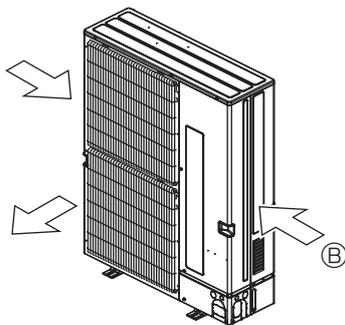

Fig. 2-17
- Placer l'appareil de sorte que la sortie d'air souffle dans la direction perpendiculaire à celle des vents saisonniers, si celle-ci est connue. (Fig. 2-17)